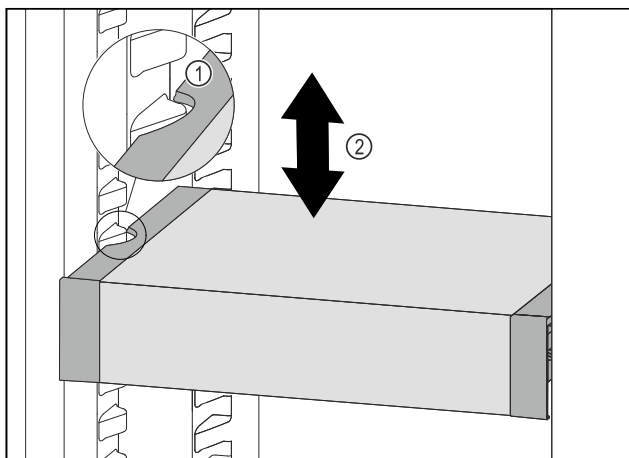

Fig. 171
- Tërhiqni VarioSafe për nga përpara, derisa foletë anësore të VarioSafe të jenë në lartësinë e brinjëve të kutisë në pjesën e ftohjes. Fig. 171 (1)
- Lëvizni VarioSafe për lart ose për poshtë në pjesën e ftohjes, derisa të arrihet lartësia që dëshironi. Fig. 171 (2)